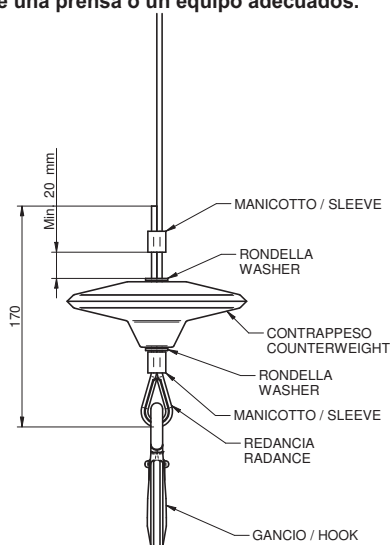

Fig. 4.6
6.1) Fig.4.6 Con manguitos de prensa de aluminio, uno en la parte inferior y otro en la superior (como en la máquina original), si se dispone de una prensa o un equipo adecuados.